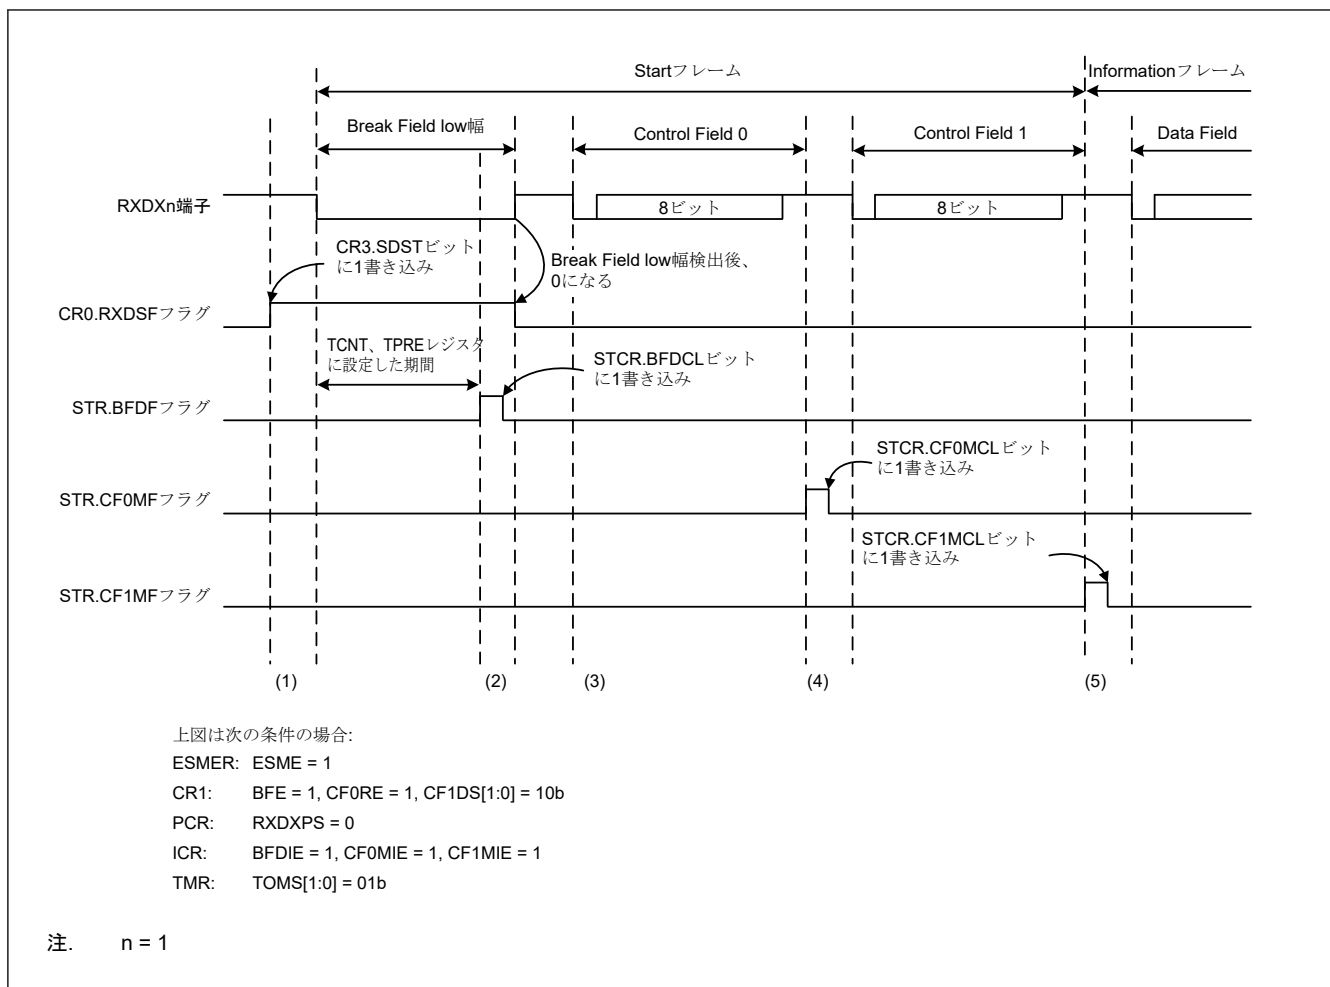
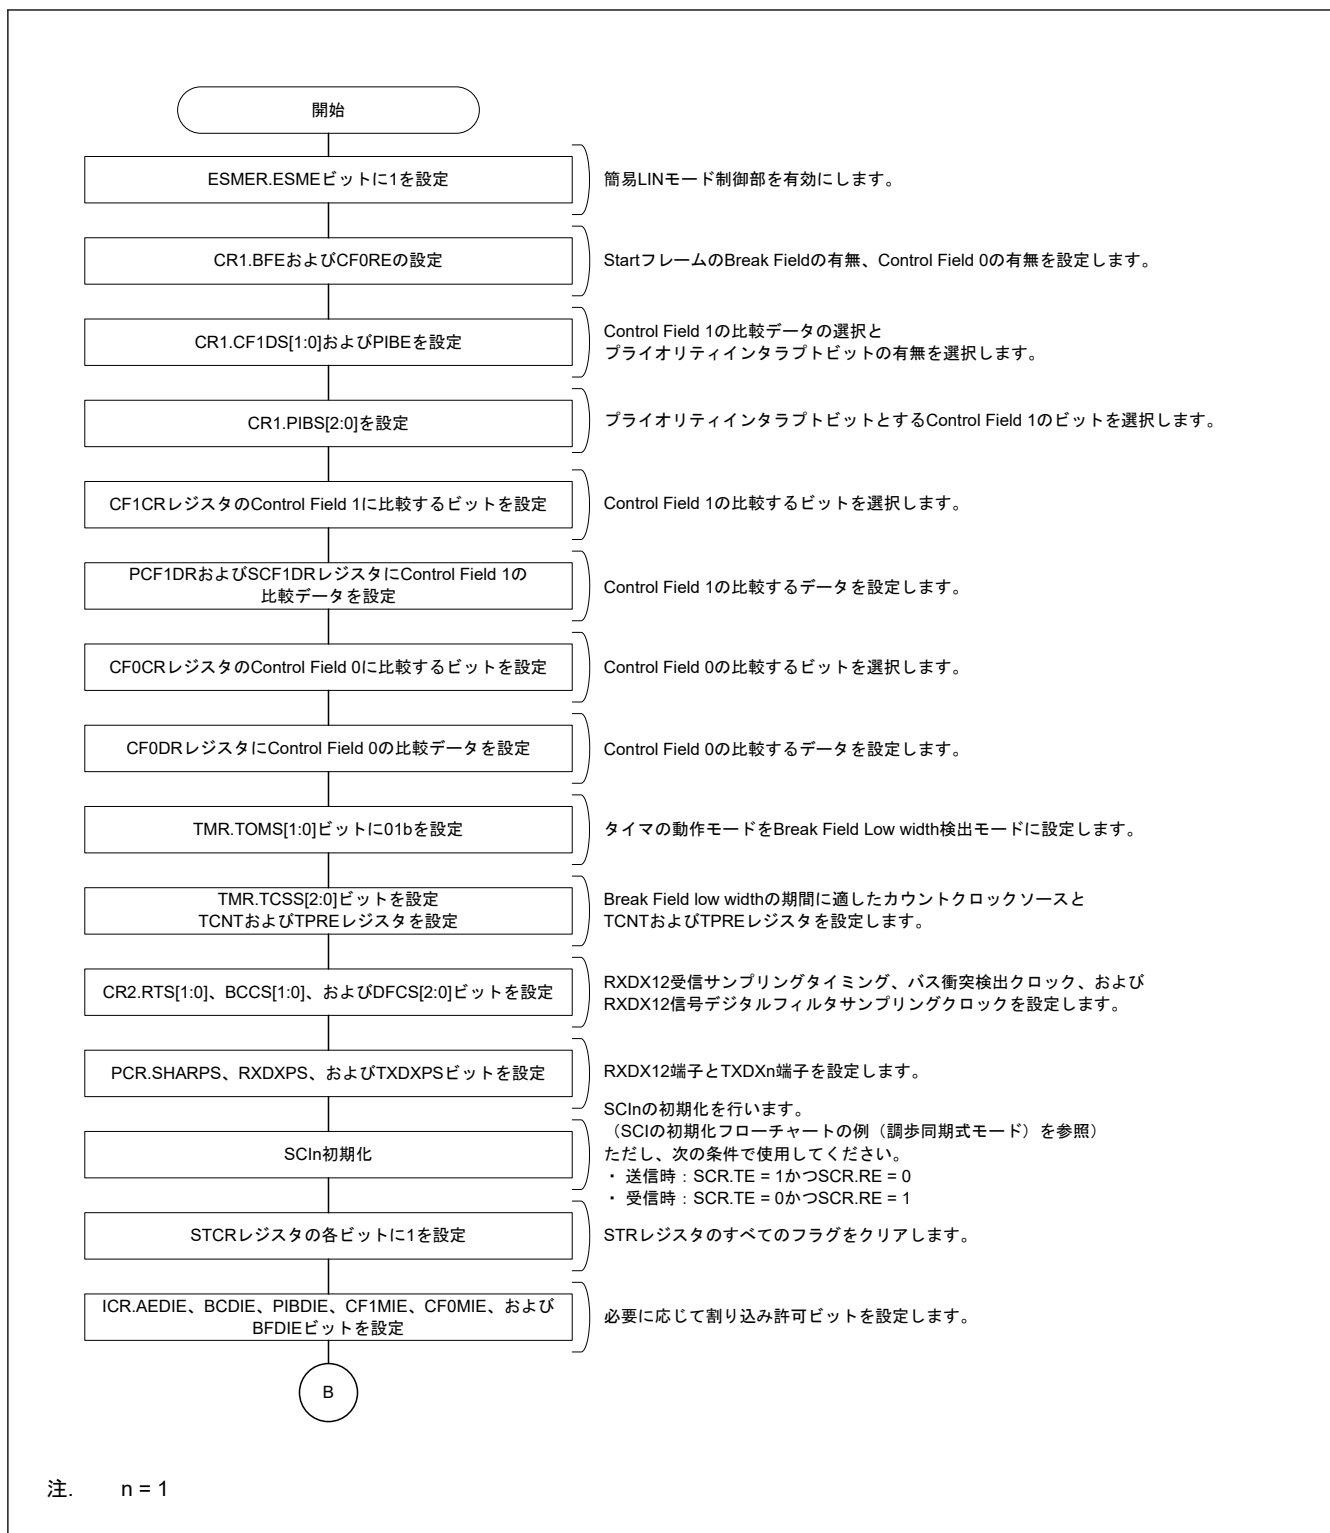
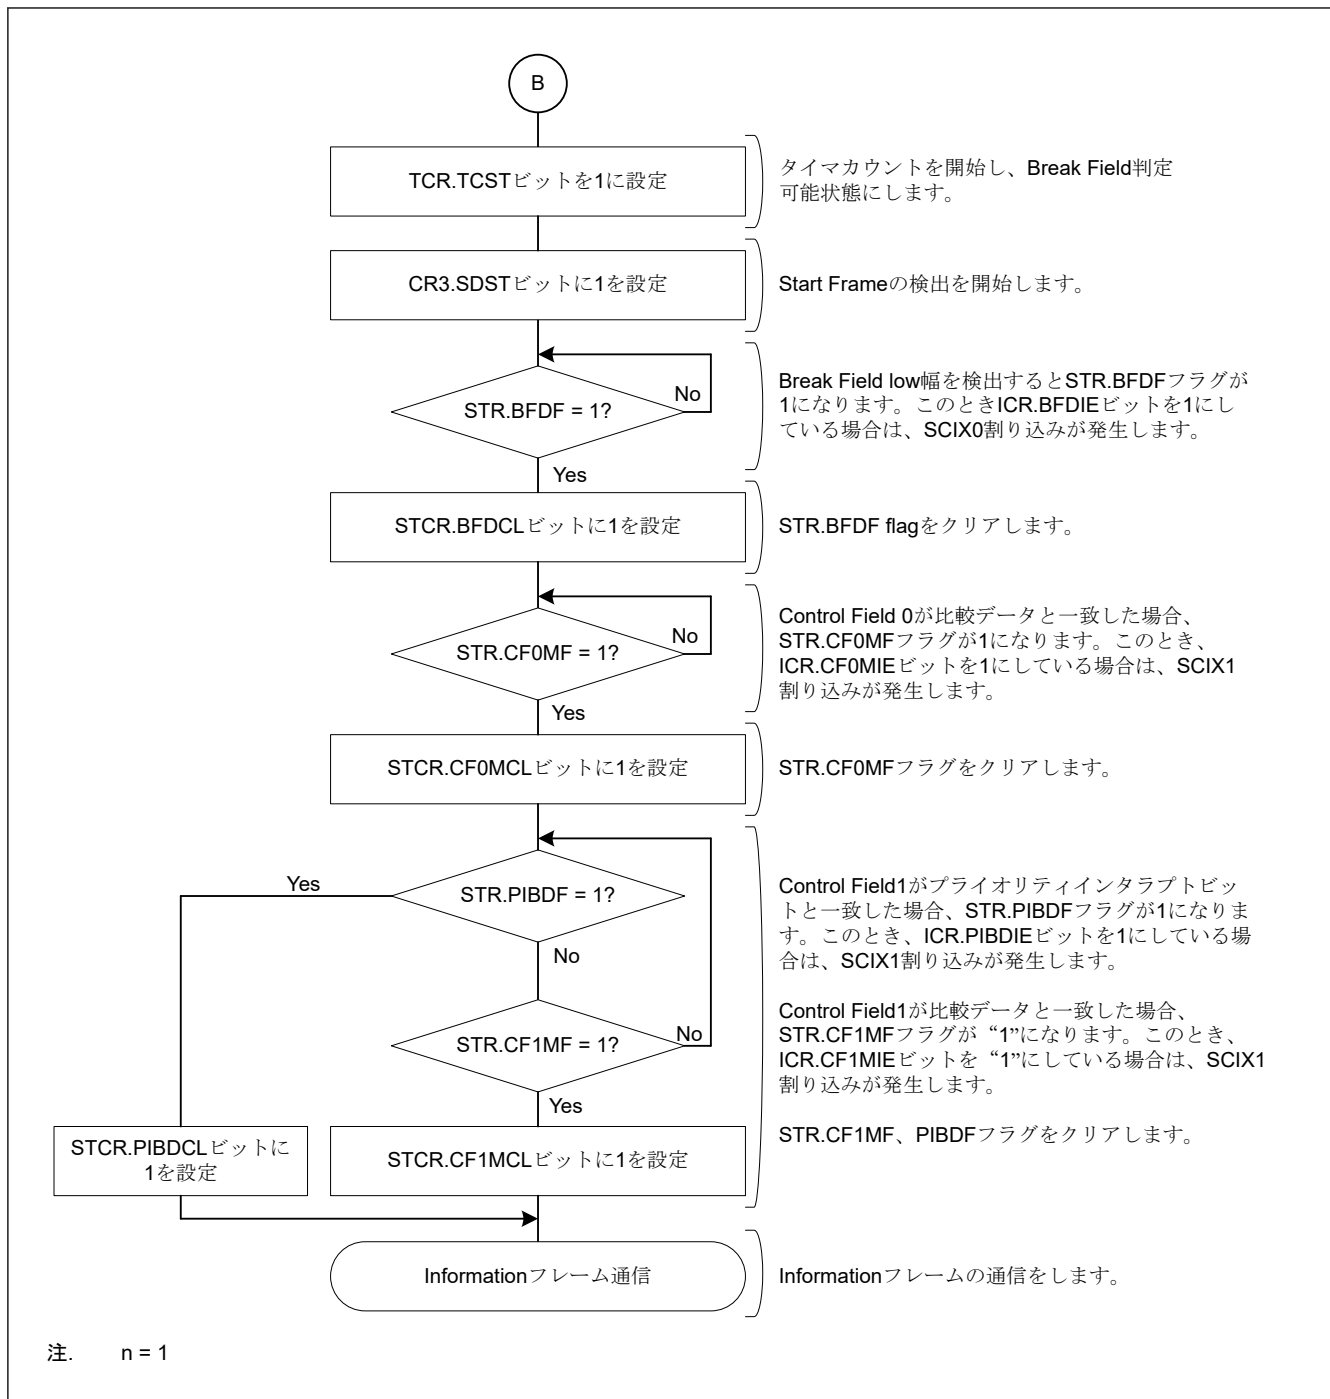
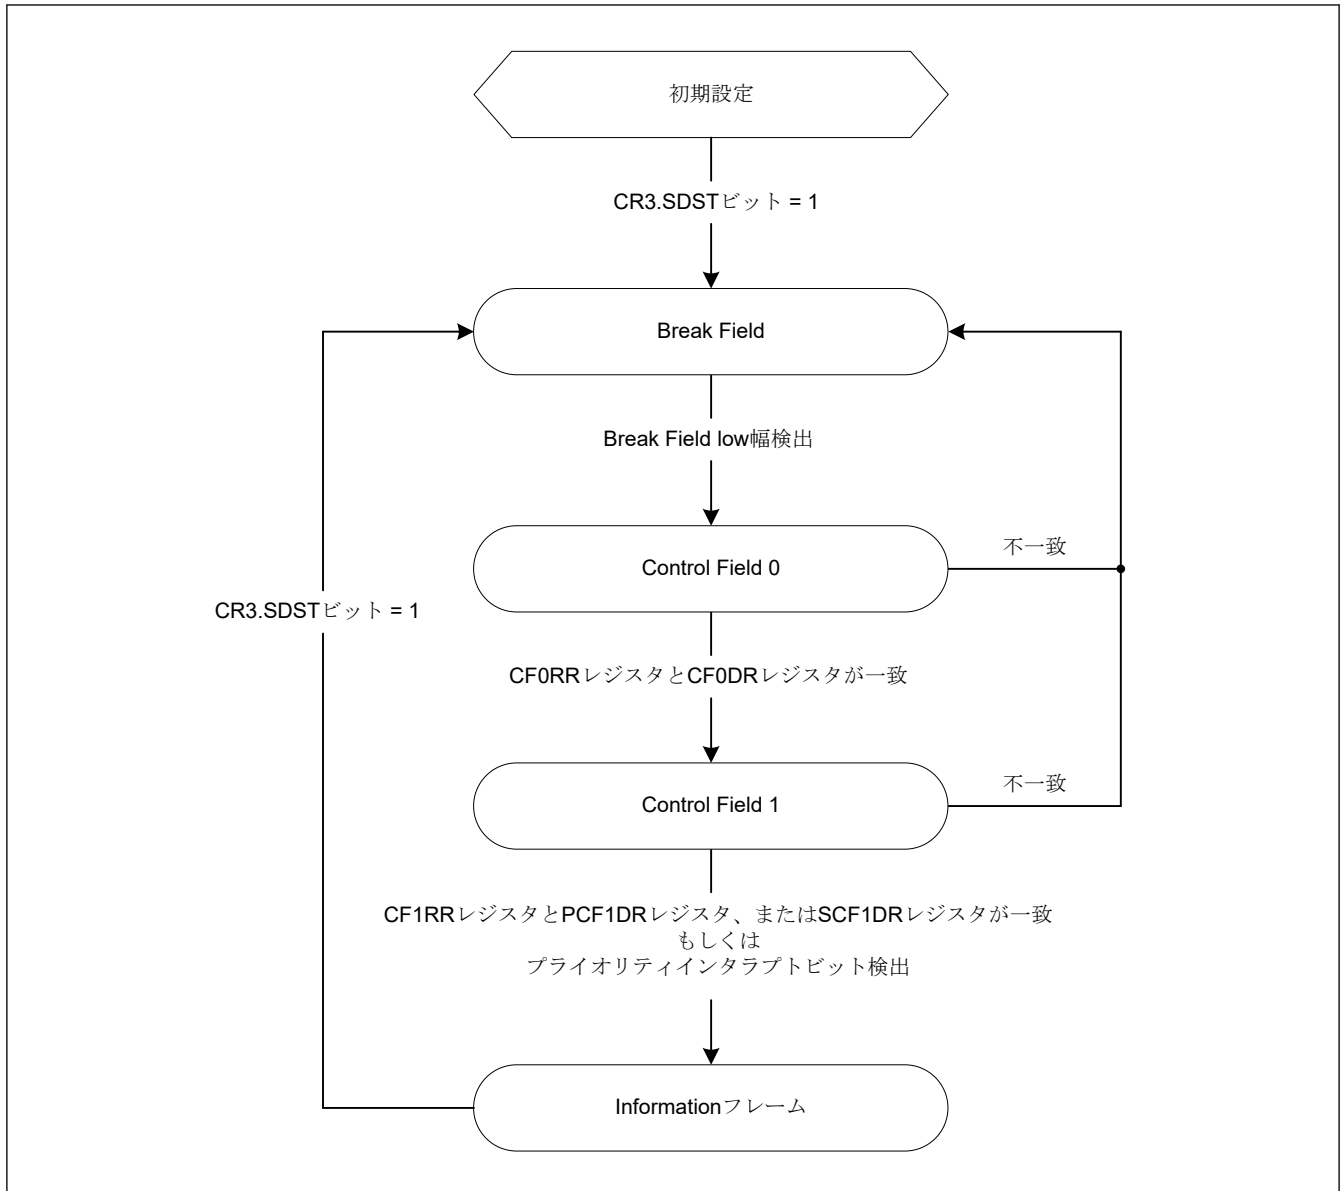

図 26.106 Start Frame 受信時の動作例
図 26.107 Start Frame 受信フローチャート例 (1)
図 26.108 Start Frame 受信フローチャート例 (2)
図 26.109 Start Frame 受信時の状態遷移図
図 26.106 に Break Field Low width、Control Field 0 および Control Filed 1 で構成される Start Frame の受信時の動作例を示します。図 26.107 と 図 26.108 に Start Frame 受信のフローチャート、図 26.109 に簡易 LIN モード制御部の状態遷移図を示します。
(1)~(4) は図 26.106 の Start Frame 受信時の動作例 (1)~(4) と同様になります。
(5) CR1.PIBS[2:0]ビットで選択されたビットの値が PCF1DR レジスタの対応するビットの値と一致すると、STR.PIBDF フラグが 1 になります。また、ICR.PIBDIE を 1 にしている場合は、SCIX1 割り込みが発生します。SCI_n (n = 1) による Information Frame の送信はその後に開始します。Control Field 1 で受信したデータが PCF1DR レジスタおよび SCF1DR レジスタに設定したデータのどちらとも一致せず、プライオリティインタラプトビットも検出しない場合は、Break Field Low width 検出前の状態に遷移します。